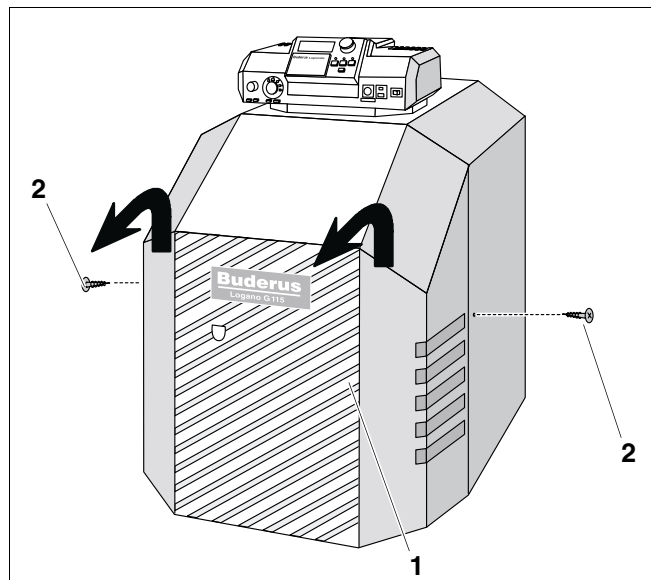

Fig. 42 Inlaturarea capacului arzatorului
- Desurubati cele doua suruburi de siguranta (fig. 42, **poz. 2**) ale capacului arzatorului (fig. 42, **poz. 1**).
- Inlaturati capacul (fig. 42, **poz. 1**) arzatorului.